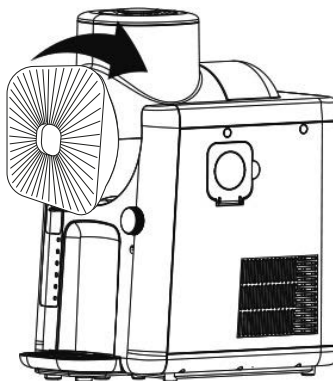

Fig. 3
9. Placer blandebeholderen på mixeren, og lås den ved at dreje den med uret (fig. 3).